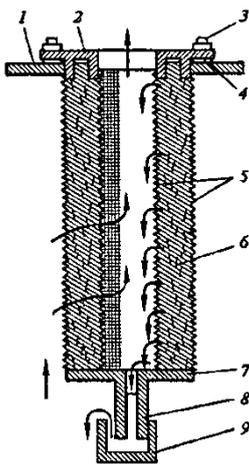

Рисунок 1
23. На рис. 1 показана схема: А – фильтрующего элемента туманоуловителя, Б – фильтрующий элемент вертикального фильтра, В – вертикальный сорбер с неподвижной загрузкой?